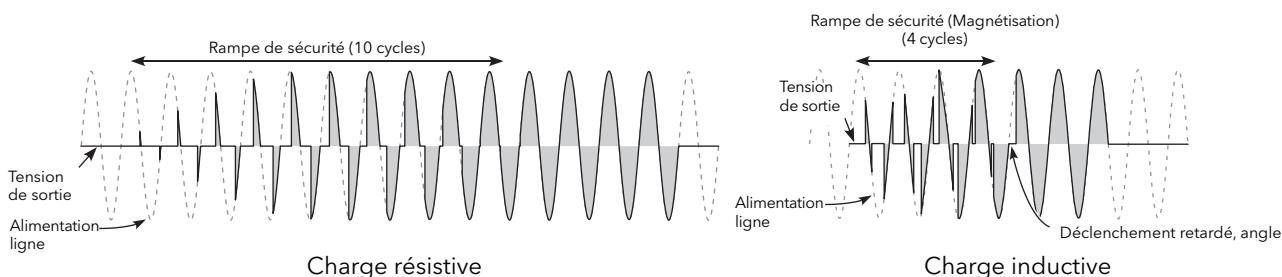

Figure 88 Exemples de rampe de sécurité (en train d'ondes)
- Safety Ramp** Affiche la durée de la rampe de démarrage, en périodes de tension d'alimentation (0 à 255), à appliquer au démarrage. La rampe est une rampe en angle de phase de 0 à l'angle de phase cible voulu, ou de 0 à 100 % en conduction de train d'ondes. Voir Figure 88. La rampe de sécurité n'est pas applicable au mode Intelligent Half cycle (IHC) (Demi-cycle intelligent).